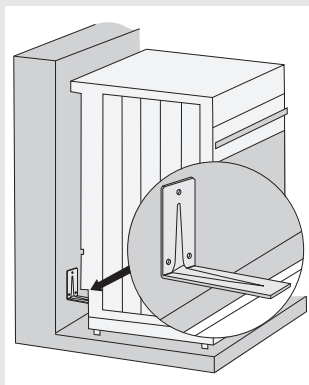

figure 1
- Placez le petit côté de l'équerre contre la marque tracée sur le mur. Le grand côté doit toucher la surface supérieure du profilé à l'arrière de l'appareil (figure 1).